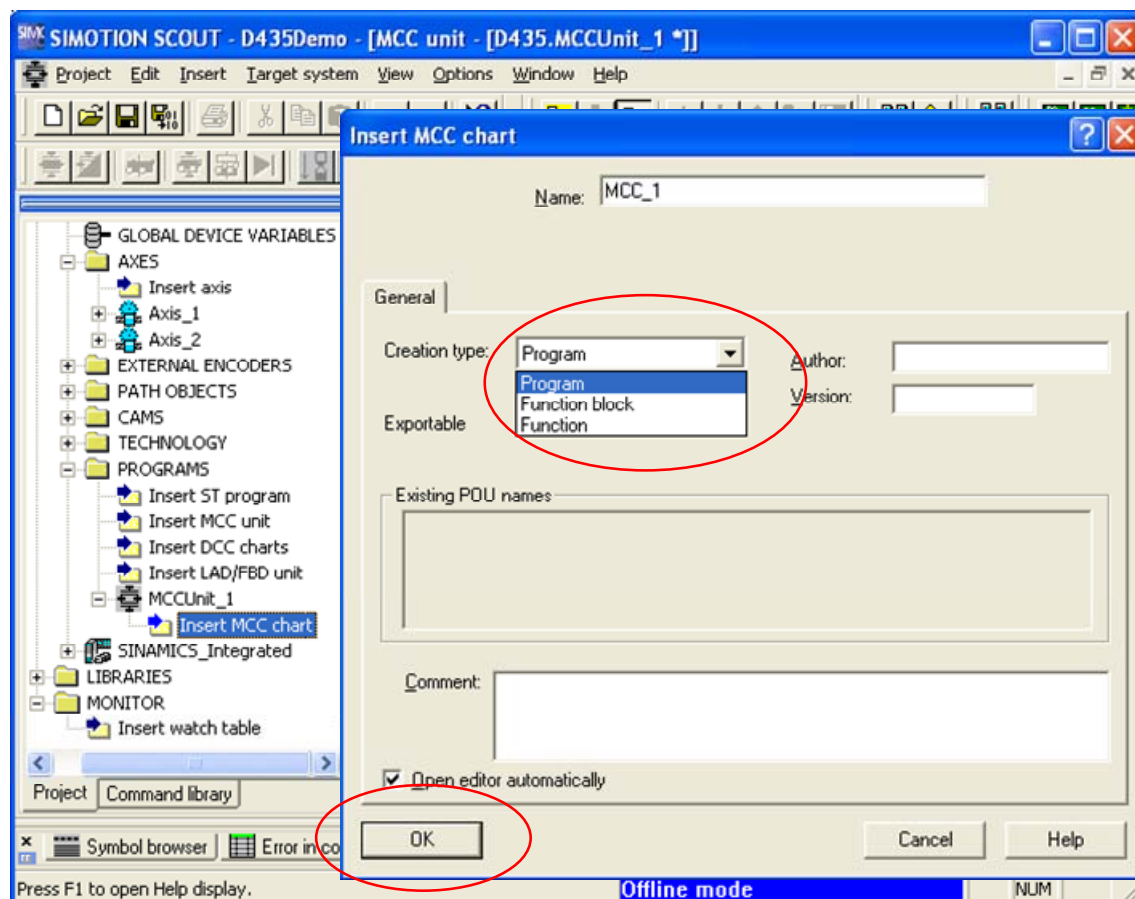

图 2.26 插入 MCC_1
(2) 双击 MCCUnit_1 下面的 Insert MCC Chart 插入 MCC_1 程序，Creation type 为 Program，如图 2.26 所示。